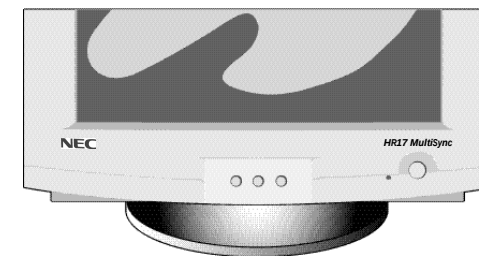

Figure C.1
- 5 Mettez le moniteur (figure C.1) et votre ordinateur sous tension.